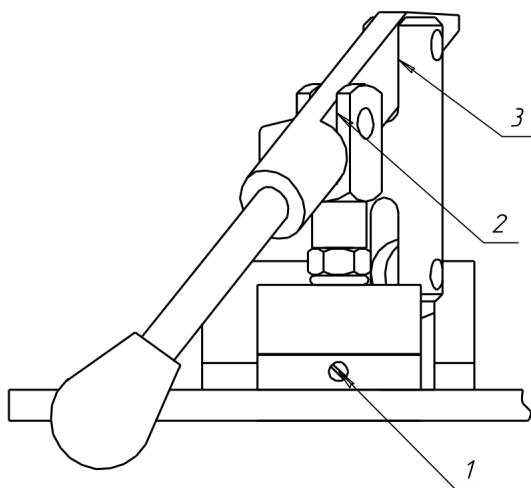

Рисунок 8. Узел ручного насоса
6.8 На ручном насосе открутите винт 1 (рисунок 8) на $\frac{1}{2}$ оборота.